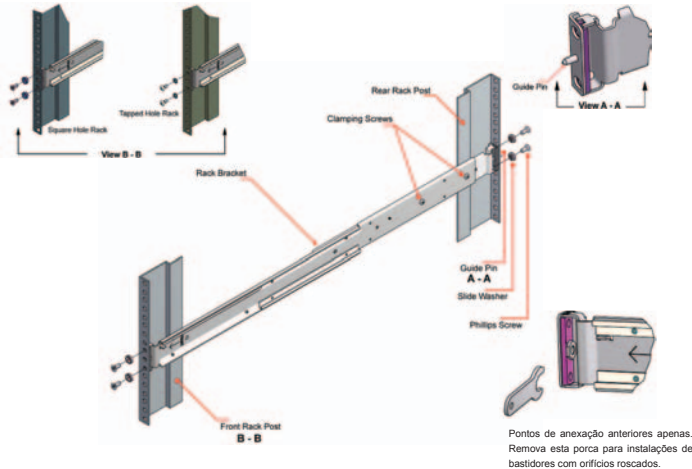

Figura 3: Prender as calhas ao bastidor - Apresentação da montagem no lado esquerdo
4. Monte as calhas do bastidor nos postes do bastidor tal como se segue (*consulte a Figura 3*). As calhas são universais e adaptam-se a ambos os lados.